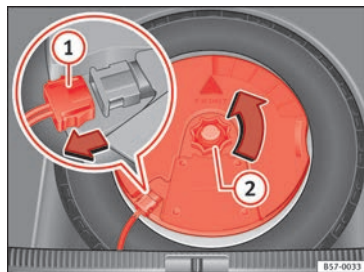

Fig. 249 En el maletero: desmontar el subwoofer.
- Desconecte el cable del altavoz *subwoofer* » fig. 249 ①.
- Gire la ruedecilla de fijación en sentido contrario a las agujas del reloj ②.